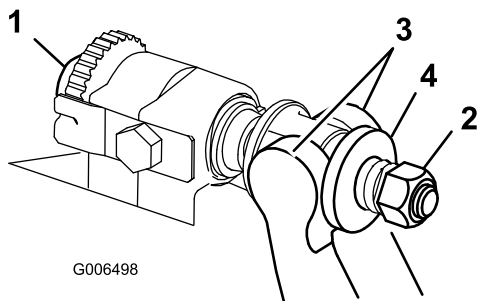

図 1
2. ベッドバー調整ねじを左に回してベッドナイフとリールの接触をなくす (図 1)。
3. スプリングテンションナットをゆるめて、ワッシャがベッドバーを全く押さないようにする (図 1)。